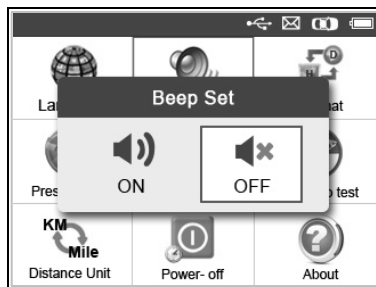

Figure 3.4
- 2) Depuis le menu **Paramétrage de bip**, utiliser le bouton de défilement **vers la gauche/vers la droite** pour sélectionner **activation** ou **désactivation** pour activer/désactiver le bip. (Figure 3.4)